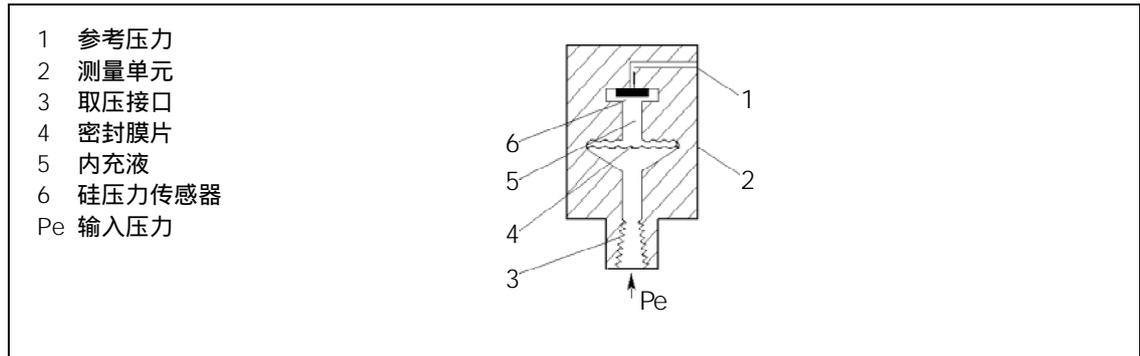

图 6 压力测量元件，功能表示意图
压力 P_e 由测量元件 (2, 图 6) 的取压接口 (3, 图 6) 引入表内, 经密封膜片 (4) 和内充液 (5) 传递到硅压力传感器 (6), 导致膜片变形。粘贴在膜片上的四个电桥电路中的压敏电阻值随膜的变形而变化, 电阻值的变化使电桥输出电压和输入压力成比值关系。